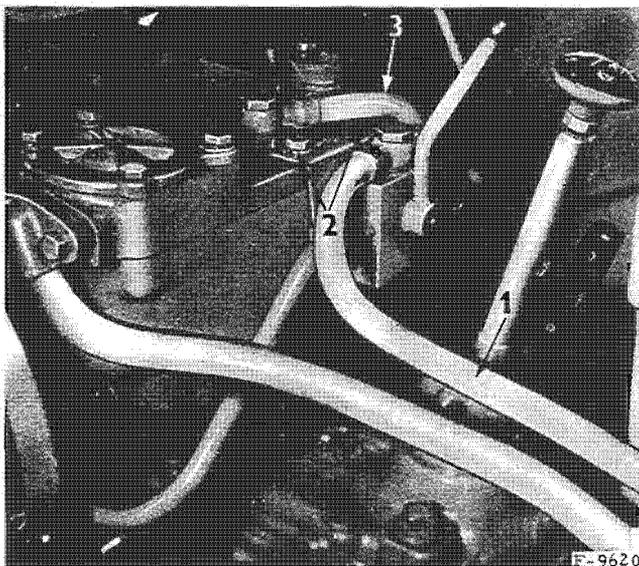

Fig. 36. - Raccordement et branchement des tuyauteries.
1. Démontez les tuyauteries hydrauliques et modifiez la tuyauterie de refoulement (1, fig. 36) selon la forme et les cotes données sur le dessin SDZG 706 joint au colis. Toutefois il est très important d'éviter toute interférence avec le levier de changement de vitesse.
2. Fixez le distributeur sur le relevage au moyen des deux vis avant gauche du couvercle de carter (2, fig. 36).
3. Mettez ensuite en place la tuyauterie courte de raccordement de la cheminée de relevage au distributeur et serrez les vis creuses (3, fig.36).